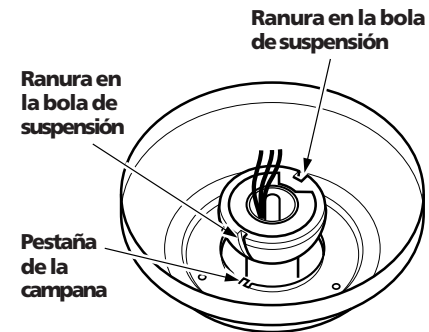

Figura 6b - Pestañas de la campana y ranuras en la bola de suspensión
5. Levante la caja del ventilador hacia el cielo raso y gire el ventilador hasta que cada pestaña de la campana se encaje en una ranura de la bola de suspensión como se muestra en la Figura 6b.